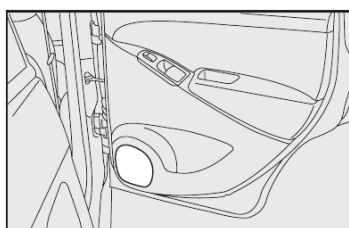

fig. 114
- alto-falantes na porta traseira **fig. 114**,